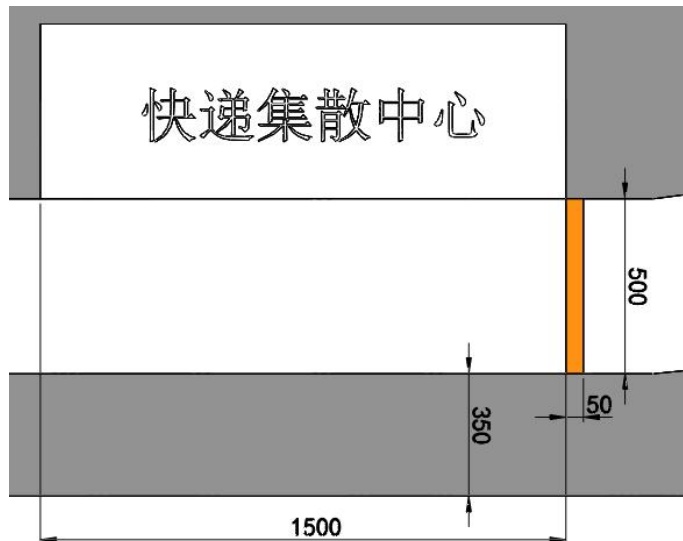

图 10 终点示意图（单位：mm）
4. 终点示意图：如图 10 所示，快递集散中心一侧的赛道上设有橙色色带，尺寸为 500mm×50mm。